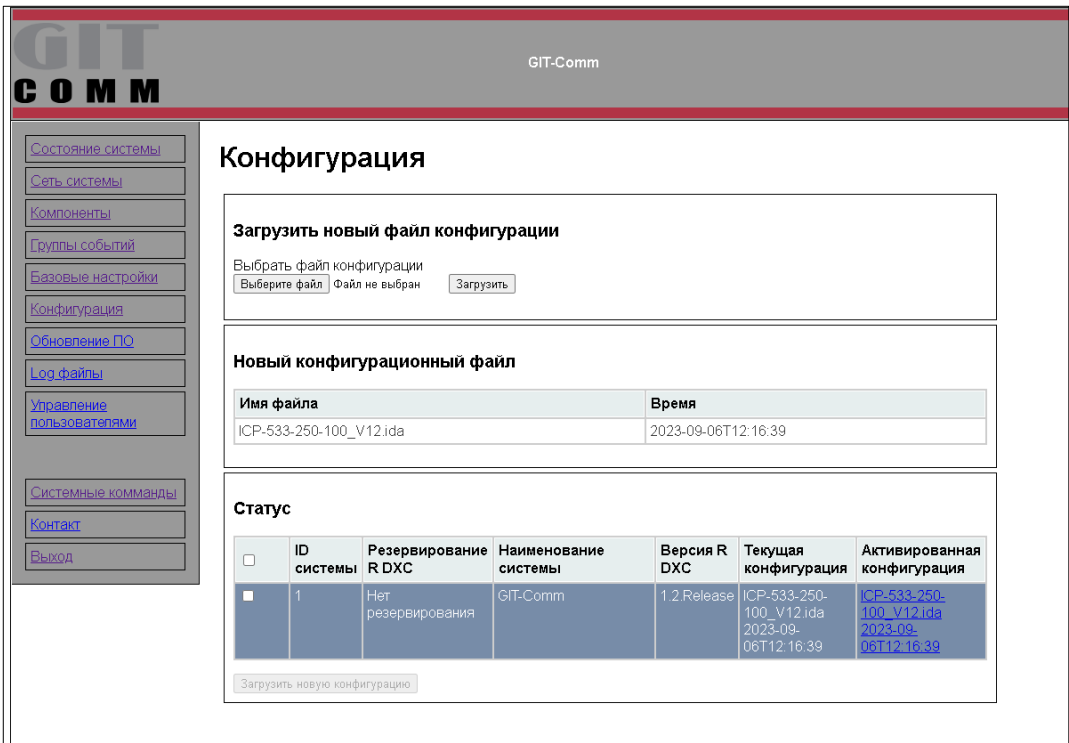

Рисунок 18 – Окно «Конфигурация»
- в открывшемся окне конфигурации (рисунок 18) в поле «Загрузить новый файл конфигурации» нажмите на кнопку «Выберите файл»;